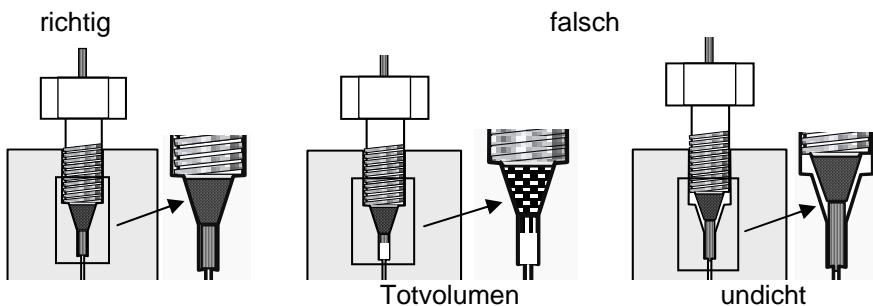

Abb. 2 Sitz der Kapillarverbindungen
4. Ziehen Sie bei leichtem Druck auf die Kapillare die Verschraubung mit den Fittings handfest an, siehe Abb. 2.
4. Ziehen Sie bei leichtem Druck auf die Kapillare die Verschraubung mit dem Schneidring zunächst handfest an, siehe Abb. 2.